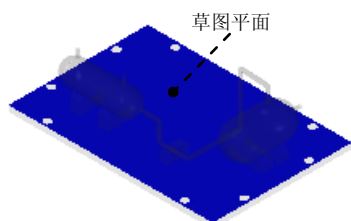

图 8.12.4 定义草图平面
(1) 选择命令。在“主页”功能选项卡“实体”工具栏下拉列表中单击“拉伸”按钮 。
(2) 定义特征的截面草图。
① 选取草图平面。在系统  的提示下, 选取图 8.12.4 所示的零件间复制的模型表面为草图平面。